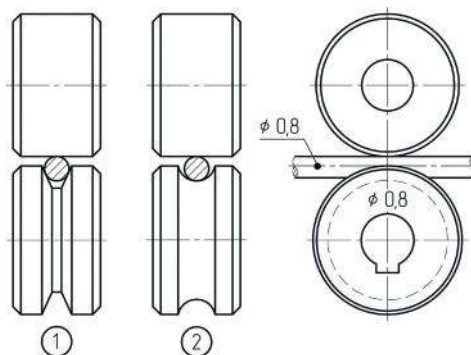

Рис. 10.6. Выбор подающего ролика.
- форма канавки соответствует типу сварочной проволоки (См. рис. 10.6).